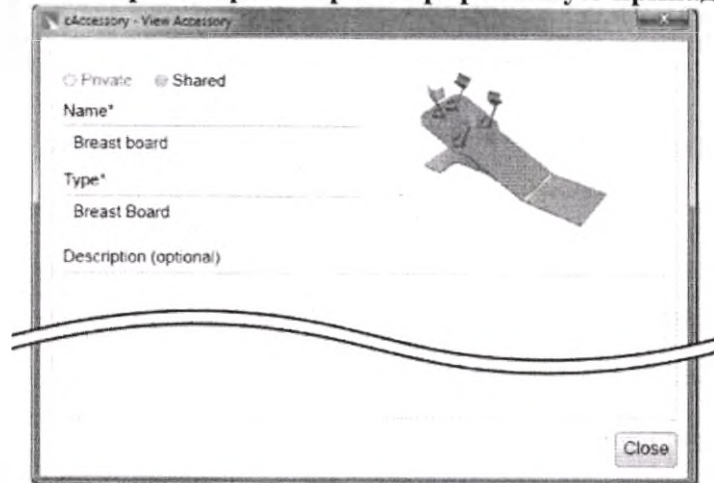

Рисунок 7. Диалоговое окно View Accessory («Просмотреть принадлежность»).
1. Дважды щелкните на названии принадлежности в любом списке принадлежностей. Откроется диалоговое окно **View Accessory** («Просмотреть принадлежность») (рисунок 7). В этом диалоговом окне невозможно редактировать информацию о принадлежности.